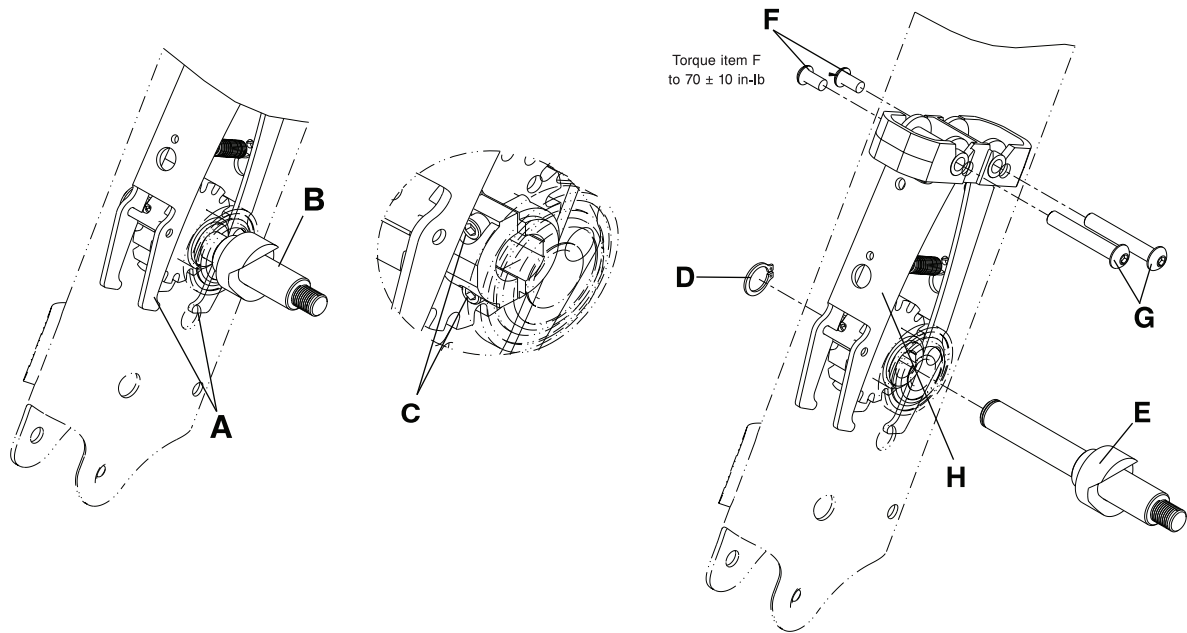

図15-30: ブレーキ フィンガー アセンブリの交換
2. 片手でブレーキ フィンガー (A) を手動で開きます。もう片方の手で、六角穴付きボルト (C) が車いすの底部側に向くように後輪シャフト アセンブリ (B) を手動で回転させます (15-49ページの図15-30)。
3. 9/64"六角レンチを使用し、後輪のシャフト アセンブリ (B) にある六角穴付きボルト (C) を2本緩めます (15-49ページの図15-30)。
4. スナップ リング プライヤーを使用し、車いすフレームに後輪シャフト アセンブリ (E) (15-49ページの図15-30) を固定している保持リング (D) (15-49ページの図15-30) を取り外します。保持リングを保管しておきます。
5. 後輪シャフト アセンブリ (E) を取り外します (15-49ページの図15-30)。
6. 5/32"六角レンチおよび3/16"六角レンチを使用し、ブレーキ フィンガー アセンブリ (H) を固定しているネジ (F) とブレーキ フィンガー用スペーサーナット (G) を取り外します (15-49ページの図15-30)。ネジ (F) を再度取り付ける際は、3/8"駆動トルクレンチを使用してネジを  $70 \pm 10$  in-lb (  $8 \pm 1,1$  Nm ) のトルクで締めます。
7. ブレーキ フィンガー アセンブリ (H) を取り外し、廃棄します (15-49ページの図15-30)。